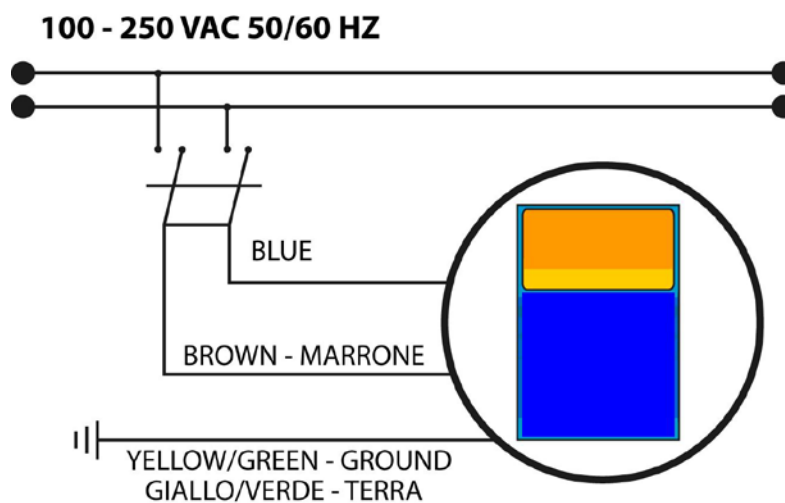

Fig. 2 – Collegamento elettrico
- Assicurarsi che la stessa sia disattivata elettricamente (entrambe le polarità) staccando i conduttori dai punti di contatto della rete attraverso l'apertura di un interruttore onnipolare con distanza minima tra i contatti di mm 3 (Fig.2).
Rispettare le norme in vigore nei diversi paesi per quanto riguarda l'installazione elettrica. Se il cavo di alimentazione è privo di spina elettrica, l'apparecchiatura deve essere collegata alla rete di alimentazione tramite un interruttore onnipolare sezionatore avente una distanza minima tra i contatti di mm. 3. Prima di accedere ai dispositivi di collegamento, tutti i circuiti di alimentazione devono essere interrotti (Fig. 2).